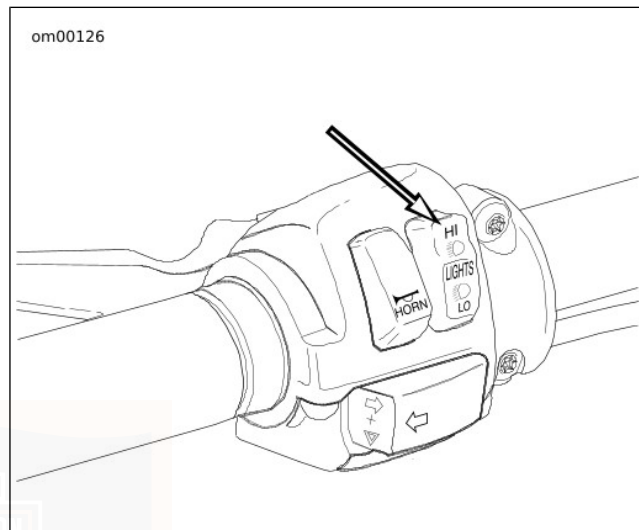

Figure 45. Commutateur du phare, réglage de feu de route
7. Voir la Figure 45. Mettre l'interrupteur d'allumage en position MARCHE. Mettre le commutateur du phare qui se trouve sur le guidon en position feu de route.